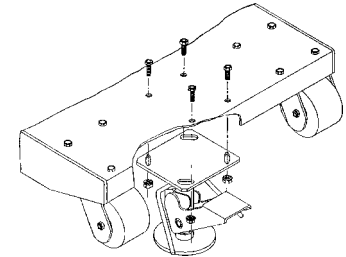

Figura 2
(2) **Modelos de la Sobremontadora Hidráulica:** El seguro del piso se ha enviado suelto para evitar que se dañe durante el transporte. Se tiene que instalar debajo de la base antes de usarse. Vea la Figura 2.
Si este procedimiento no corrige el problema, suelte el retenedor del conjunto (vea la Figura 2) y bombee el pedal una o dos veces. Esto hará circular el aceite, rompiendo los tapones de aire que puedan existir. Vuelva a apretar el retenedor del conjunto antes de usar la unidad.
Ajuste de Velocidad: ¡LEA ESTE PROCEDIMIENTO COMPLETAMENTE ANTES DE TRATAR DE HACER AJUSTES! En algunos casos, es necesario ajustar la velocidad de bajada de la plataforma (o de las horquillas). Esto se puede hacer de la forma siguiente, usando el tornillo de ajuste que es parte del conjunto de la válvula de bombeo/alivio (clave C3). Vea la Figura 2 para el detalle de esta parte.